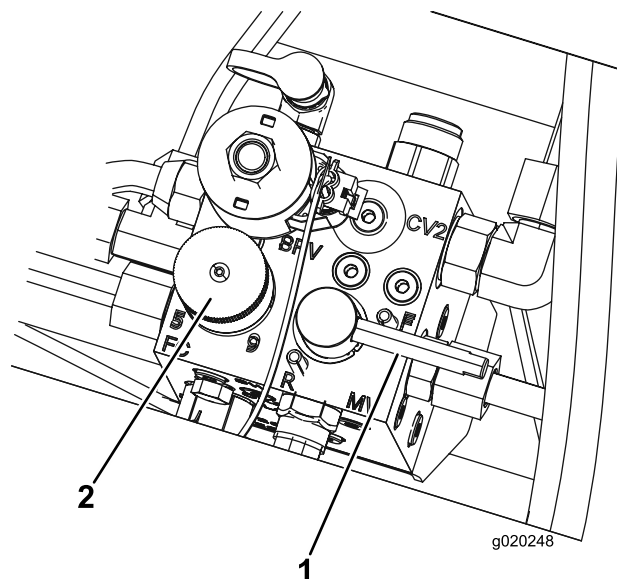

Bild 81
5. Stellen Sie das Bedienelement für die Spindeldrehzahl auf die Stellung 1 (Bild 81).
6. Drehen Sie den Lapphebel in die R-Stellung (Bild 81).